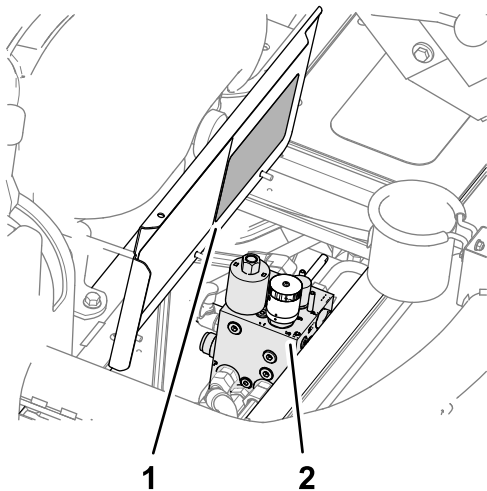

Figura 42
4. Aprite il coperchio della piattaforma (Figura 42).